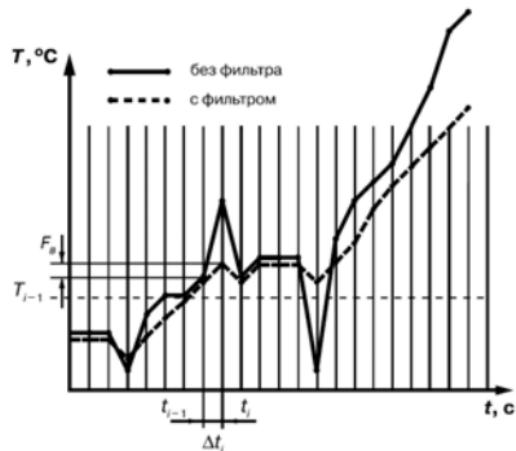

Рисунок 3.4
3.1.4.4.2 Полоса цифрового фильтра позволяет защитить измерительный тракт от единичных помех и задается в единицах измеряемой величины. Если измеренное значение T_i отличается от предыдущего T_{i-1} на величину, большую, чем значение параметра F_B , то прибор присваивает ему значение равное $(T_i + F_B)$ (рисунок 3.4). Таким образом, характеристика сглаживается.